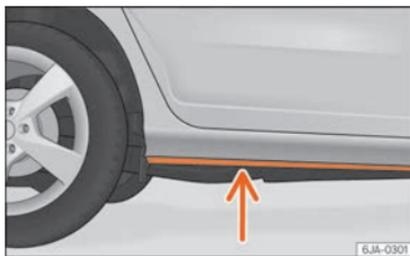

Fig. 220 Vadeando.
- Determine la profundidad del agua antes de entrar. El agua puede alcanzar, como máximo, hasta por debajo del larguero inferior del vehículo »» fig. 220.